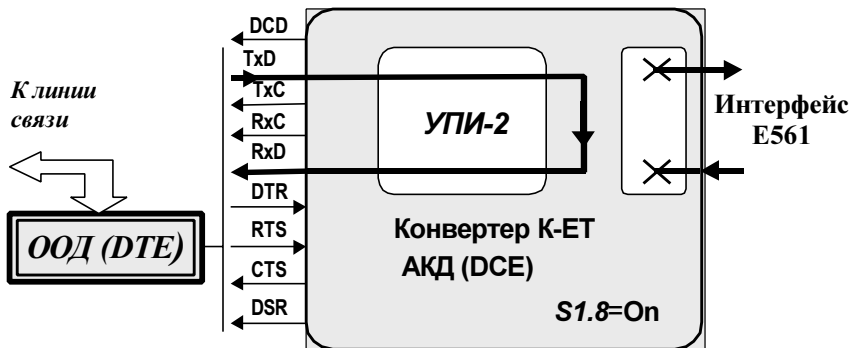

Рис. 12 Проверка *Цифровой шлейф (DL)* для АКД (DCE)
Принцип проверки *Цифровой шлейф (DL)* для конвертера как АКД (DCE) устройства показана на Рис. 12. Данные, поступающие в конвертер из ООД (DTE) через УПИ-2, проходят через преобразователь конвертера и возвращаются в ООД (DTE) через УПИ-2. Данные, поступающие из интерфейса E561, игнорируются и